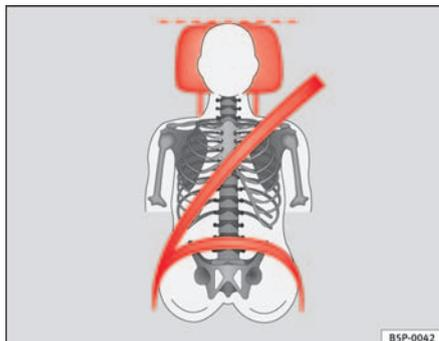

Fig. 13 Sangle bien ajustée et appui-tête correctement réglé (vue de l'avant)
- La sangle baudrier de la ceinture de sécurité doit passer au milieu de l'épaule, jamais sur le cou. La ceinture de sécurité doit s'appliquer bien à plat sur le buste et l'enserrer fermement ⇒ **fig. 13**.